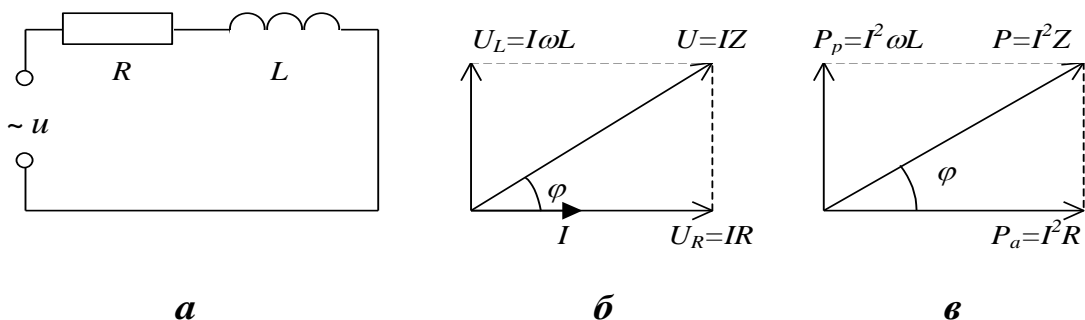

Рис.4
1. Пусть цепь состоит из сопротивления  $R$  и индуктивности  $L$  (рис.4,а).
Построим для нее векторную диаграмму напряжений (рис.4,б). Анализ электрических цепей различной конфигурации и правила построения векторных диаграмм содержатся в методическом руководстве к работе №323.
На диаграмме (рис.4,б) видно, что фаза тока  $I$  и фаза приложенного напряжения  $U$  отличаются друг от друга на величину  $\varphi$ , так что
Треугольник мощностей подобен треугольнику напряжений: все их стороны отличаются в  $I$  раз (рис.4,в).